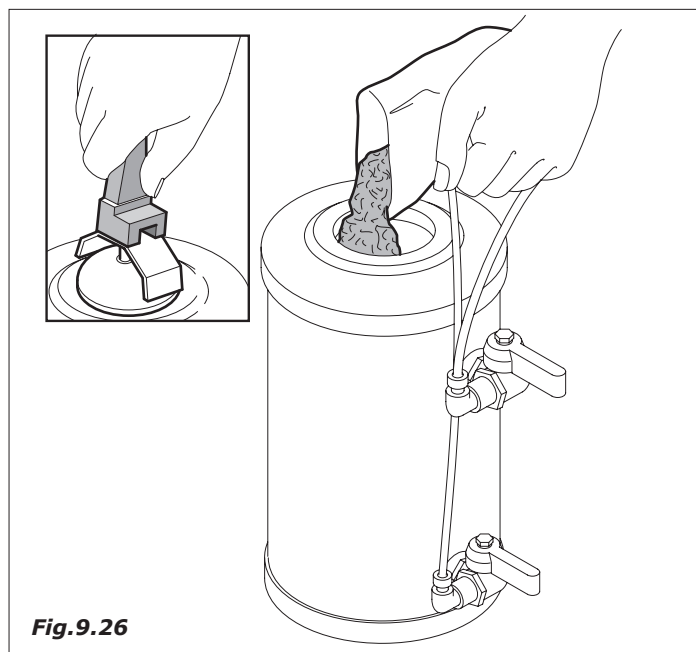

Fig.9.26
- levare il coperchio ed introdurre 1,5 kg di sale da cucina (Fig.9.26)